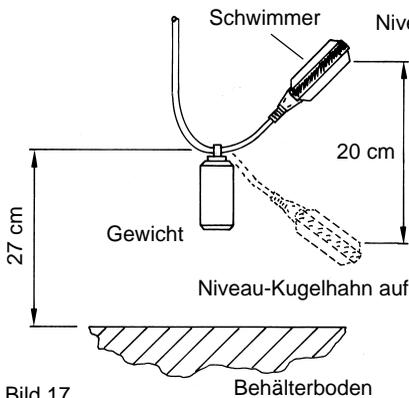

Bild 17
- Das Schwimmerschalterkabel im Auffangbehälter so befestigen, daß das Gewicht 27 cm über dem Behälterboden hängt, siehe Bild 17.